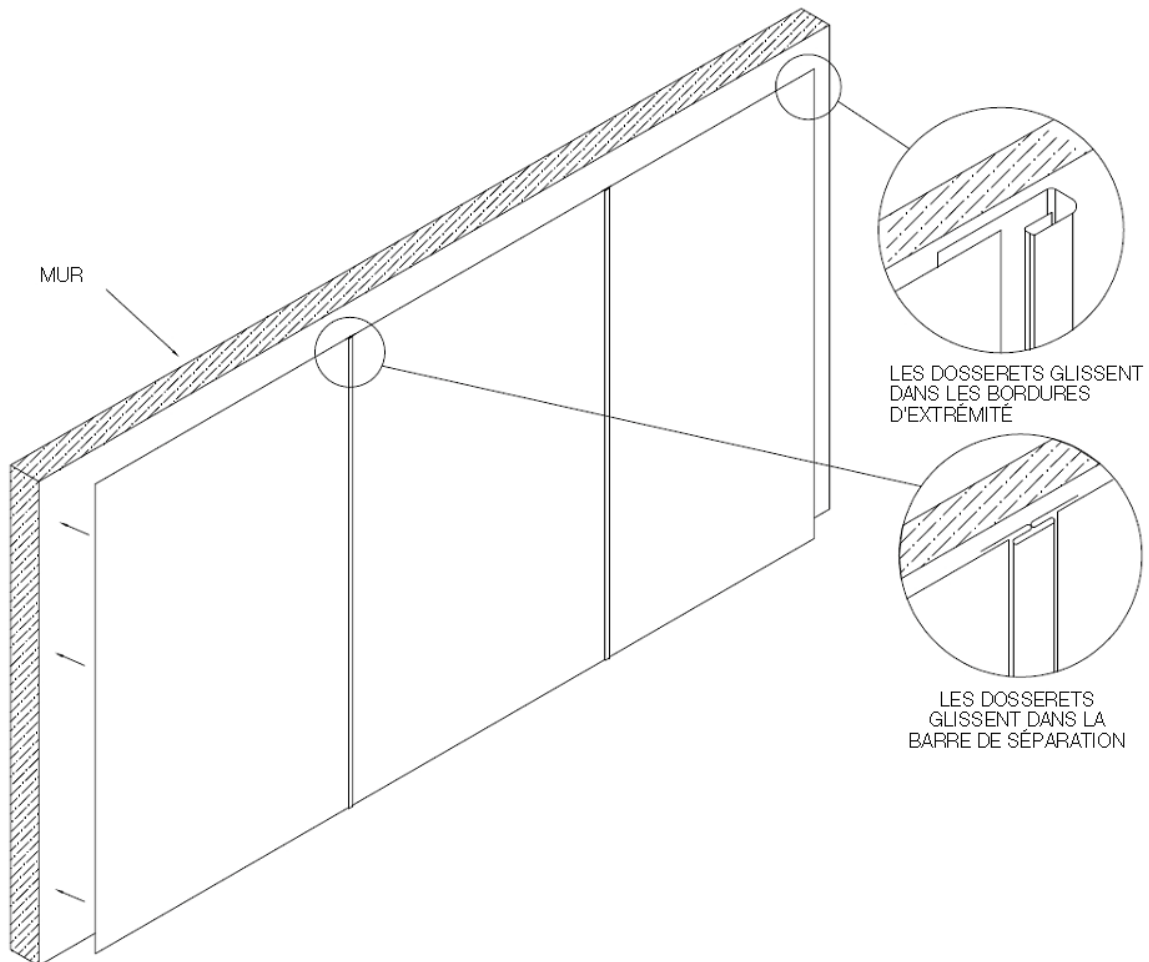

Figure 19
4. Fixez les panneaux et les pièces d'habillage au mur à l'aide d'une colle mastic. **Voir la figure 19.**